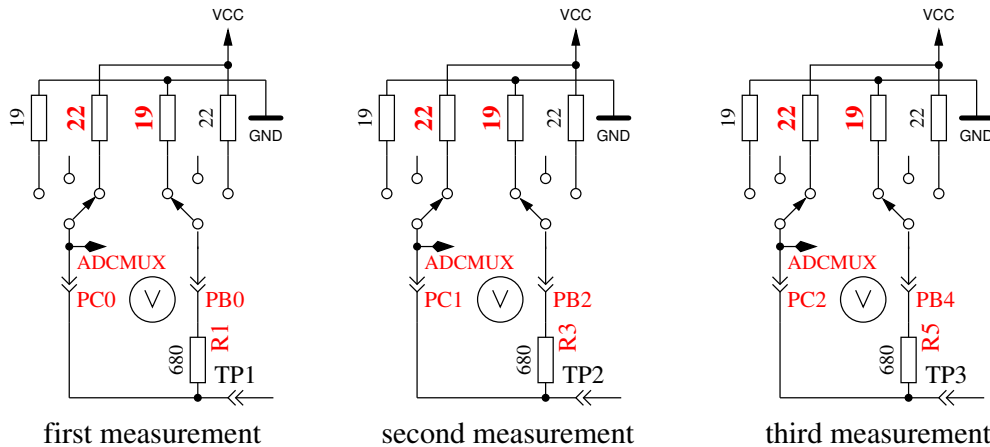

Abbildung 5.44: Messung des Innenwiderstandes des auf VCC geschalteten Port-C-Ausgängen.
8. **Messung des Innenwiderstandes von auf VCC geschalteten Port-Ausgängen.** Der benötigte Strom wird von auf GND geschalteten 680Ω-Widerständen geliefert. Es ist die gleiche Messung wie die in Test 7 zur anderen Seite, wie in Abbildung 5.44 gezeigt wird. Der Innenwiderstand wird wie folgt berechnet:  $(5001 - (ErgebnisvonTest7) - (ErgebnisvonTest8))/680$ . Die Widerstandswerte ergeben sich, wenn die gemessene Spannung durch diesen Strom dividiert wird. Der gefundene Mittelwert der Innenwiderstände der Ausgabe-Ports wird im EEprom festgehalten. Das Ergebnis für diesen Test wird dann in Zeile 1 mit dem Text „RI\_Hi=“ in Ω angezeigt, der Innenwiderstand zur GND-Seite wird in Zeile 2 mit dem Text „RI\_Lo=“ angezeigt. Diese Werte stehen dann für weitere Messungen zur Verfügung.